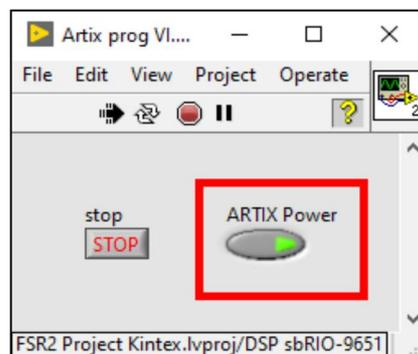

Рис. 2-4 Включение питания ПЛИС Kintex в *Artix prog VI.vi*
5.7. Включить питание на ПЛИС Kintex, нажав кнопку «ARTIX Power». Убедиться, что кнопка «ARTIX Power» «подсвечивается» светло-зеленым цветом (Рис. 2-4).